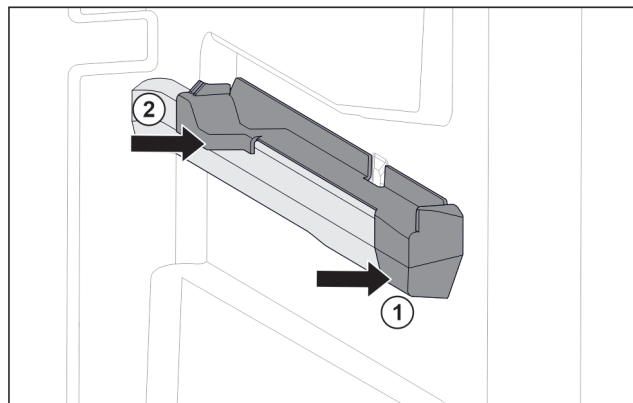

Fig. 36 Nasazovací díl na pravém žebrování na nádoby
- ▶ Nasad'te nasazovací díl na žebrování na nádoby. Fig. 36 (1)
- ▶ Přitlačte nasazovací díl k zadní části. Fig. 36 (2)